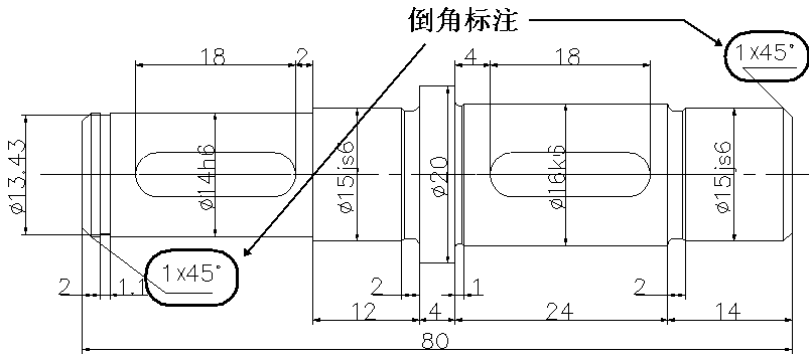

图 9
2) 倒角标注: 对前面所绘制的轴端两倒角边进行倒角标注, 按步骤操作, 结果如图 9